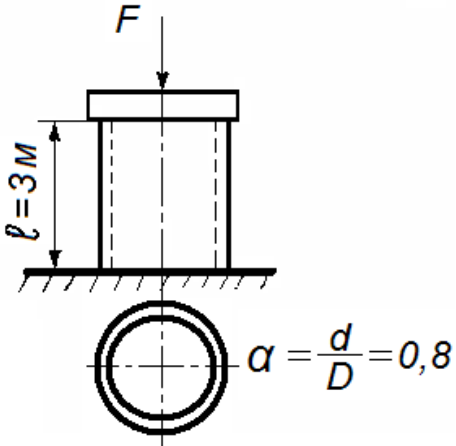

Рисунок 4.1
**Задача №1.** Стальная труба сжата силой  $F = 600\text{кН}$  (рис. 4.1). Подобрать диаметр трубы и найти ее укорочение. Материал – сталь Ст3, модуль упругости  $E = 2,1 \times 10^5 \text{ МПа}$ , предел текучести  $\sigma_y = 235 \text{ МПа}$ , требуемый коэффициент запаса прочности  $K = 1,5$ . Нормативная нагрузка  $F_n = 600\text{кН}$  складывается из постоянной  $F_{1n} = 380\text{кН}$  с коэффициентом  $\gamma_{f1} = 1,1$  и временной  $F_{2n} = 220\text{кН}$  с коэффициентом  $\gamma_{f2} = 1,4$ . Коэффициенты надежности по материалу  $\gamma_m = 1,05$  и условий работы  $\gamma_c = 0,9$ .